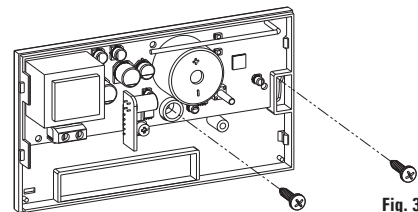

Fig. 3
2. Fixați baza detectorului de gaze pe o cutie de joncțiune cu 2 module prin intermediul celor două locașuri pentru șuruburi cu interax de 60 mm având grijă să faceți să treacă cablurile în fantă așa cum se arată în Fig. 3.